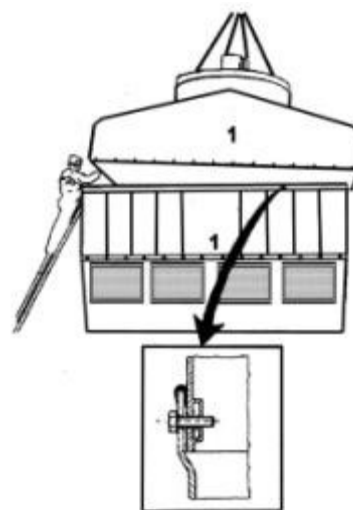

Fig. 9
Assembly of upper cap and casing (Figure 9):
Union du capuchon et la carcasse (Figure 9):
- Unión de caperuza y envoltorio (fig. 9):